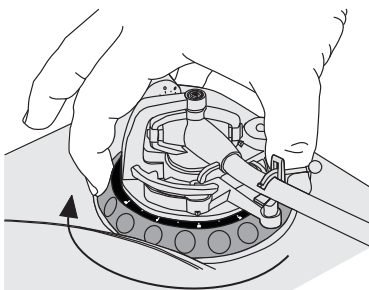

Abb. 10: Höhe einstellen
- 2 Mit dem Justiering lässt sich das Tonarmlager im Bereich der Skala um bis zu 6 mm anheben; die Grundeinstellung ist 0 mm (Abb. 10).